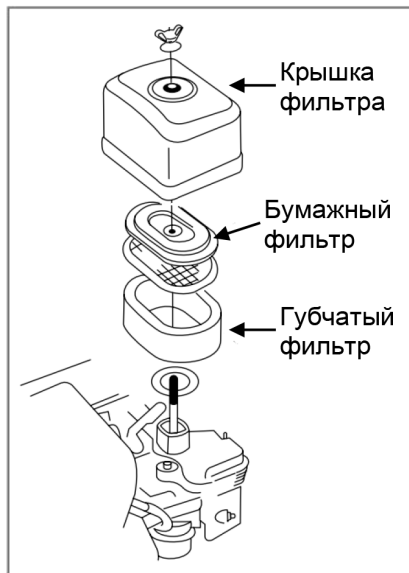

Рис. 30
8.6. Обслуживание воздушного фильтра (рис. 30).